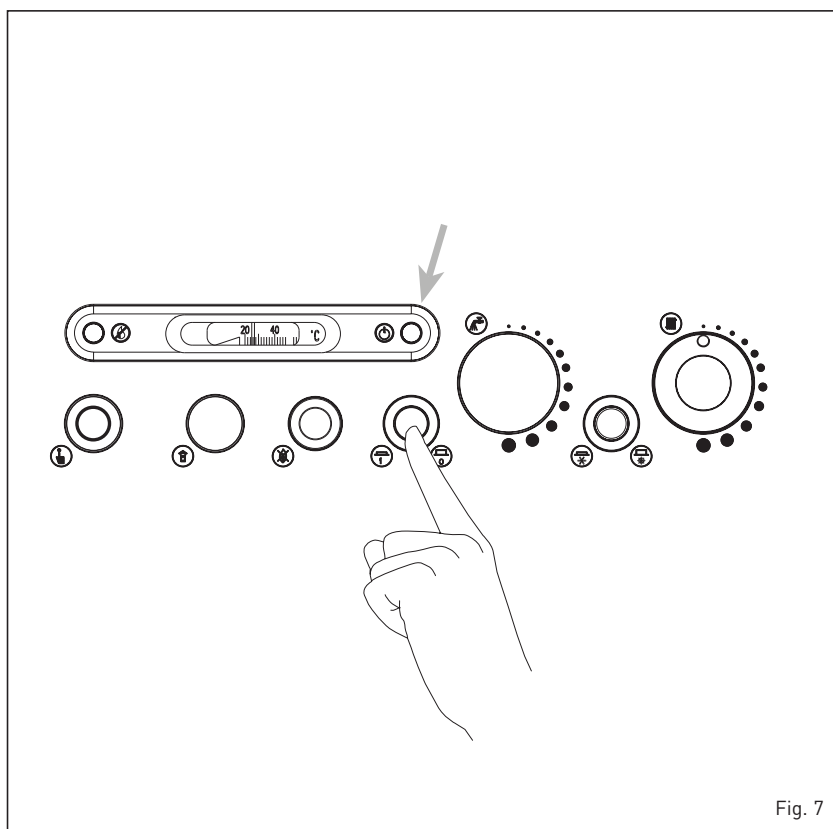

Fig. 7
3.2.1 Encendido caldera (fig. 7)
3.2.5 Apagado caldera (fig. 7)